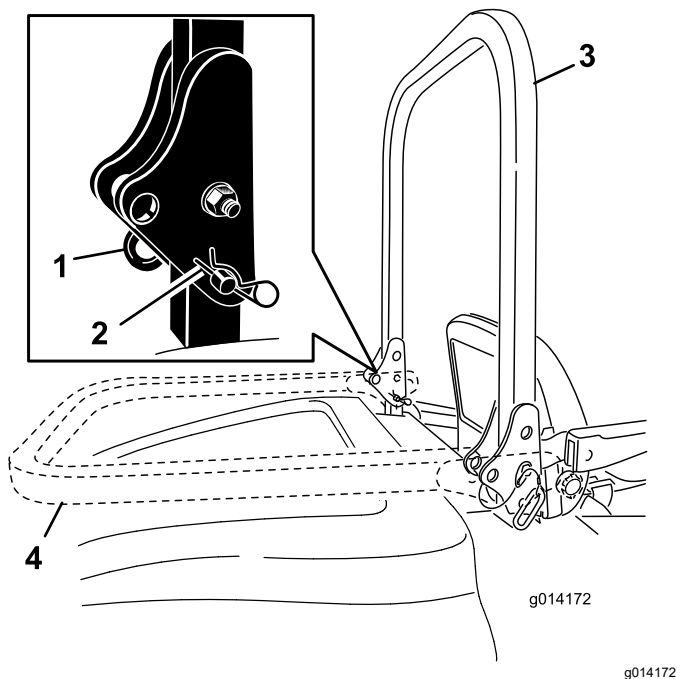

图 19
3. 将翻车保护杆升起至直立位置图 19。
4. 用 2 个柱销和 2 个发卡销固定翻车保护杆图 19。
1. 卸下发卡销将翻车保护杆向前推到顶住弹簧然后卸下 2 个柱销图 19。
2. 将翻车保护杆放低到向下位置图 19。
3. 将 2 个柱销装入枢轴板并用 2 个发卡销固定柱销图 19。